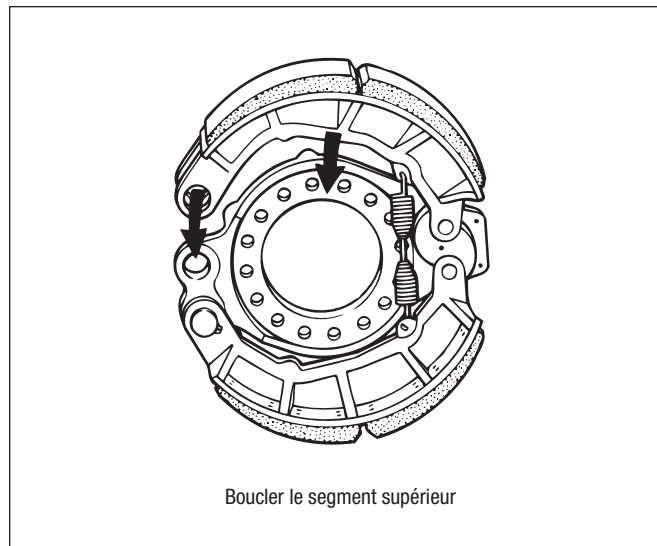

Figure 79 – Pose du segment supérieur
10. Boucler le segment supérieur, puis poser l'axe de segment, les rondelles et les anneaux de retenue. Cf. Figure 79.